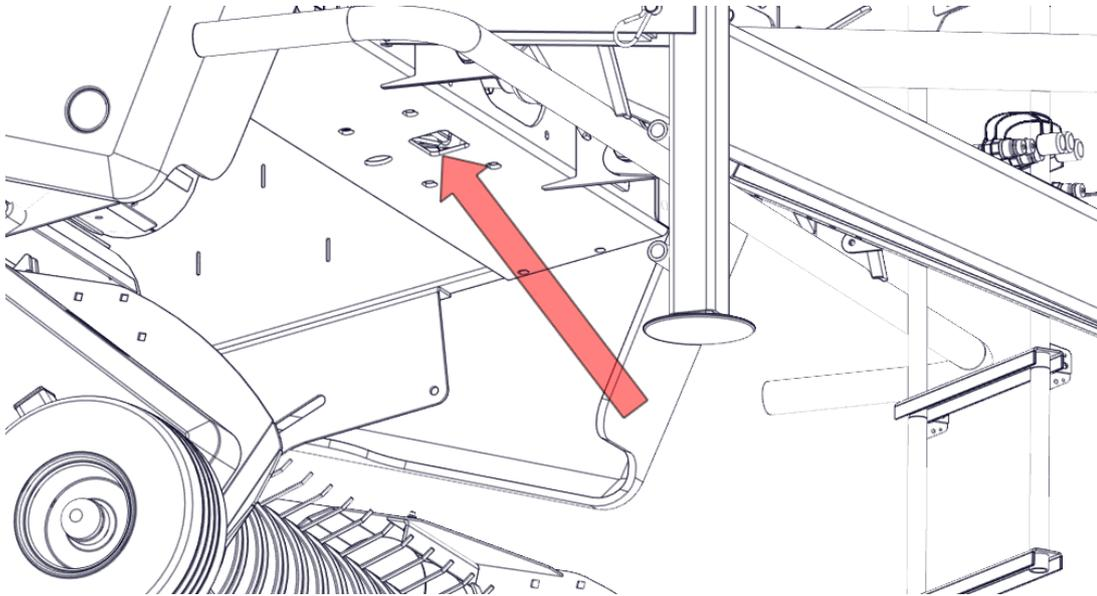

Abbildung 45. Ablassschraube
- Am Arm (A) das Loch auswählen, das der Anzahl der Wicklungen entspricht (in Abbildung 45 ist die Anzahl der Netzwicklungen für jedes Loch angegeben);